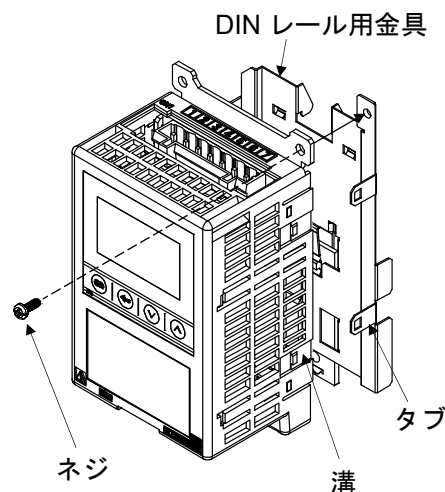

図 2-3-2
1. SB1 本体の溝 (4 箇所) に、DIN レール用金具のタブ (4 箇所) を合わせます。カチッとロックがかかるまでゆっくりと差し込んでください。さらに、SB1 本体と金具を付属のネジで接続します。(図 2-3-2)